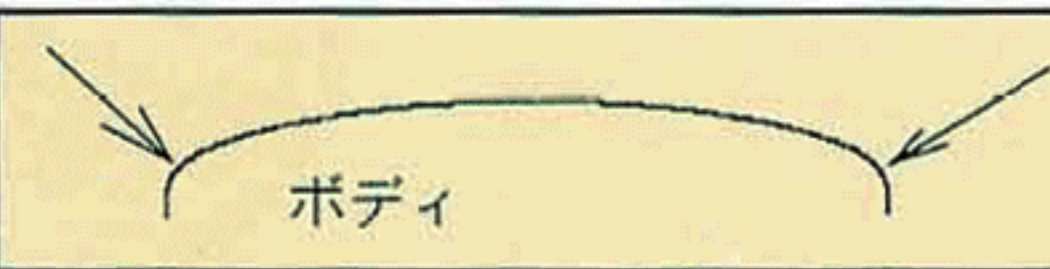

図2 矢印の部分を重点的に曲げ癖をつける。
2. 屋根に曲げ癖を付けます。特に肩の部分を中心に、断面は図2のようにします。この時、カッターナイフで軽く筋を付け、25センチ以上の定規を使うとうまく曲げられます。